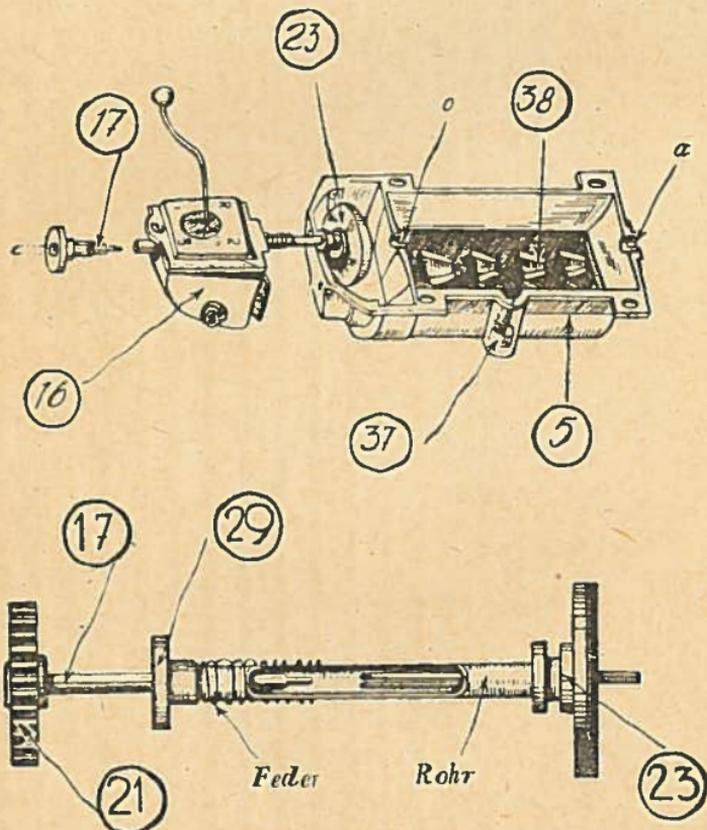

Bild 4. Ölwanne, Getriebekasten.
sicht und damit die Klarheit der Darstellung sehr beeinträchtigt. Außer der Ölwanne nehmen wir noch den Teil (37) zur Hand. Dieser muß nun durch Auseinanderschrauben zerlegt werden, und zwar in die Ölpumpe mit zugehöriger Antriebswelle und in den Verteiler. Die Ölpumpe mit Welle wird so in die Ölwanne eingesetzt, daß die beiden kleinen Zapfen in die Löcher der Ölwanne hineinpassen (siehe Bild 4). Der längere Zapfen ragt nach unten aus der Ölwanne heraus und wird mittels einer Mutter, die die Ölablaßschraube darstellt, festgezogen. Jetzt wird das rote Ölblech (38) in die Ölwanne (5) eingesetzt, und zwar so, daß das eine Loch genau über den kürzeren Zapfen der Ölpumpe zu liegen kommt. Mit einer Schraube wird an dieser Stelle das Ölblech an der Ölpumpe befestigt. Der Getriebekasten (16) wird mittels zweier Schrauben (ohne Muttern) an die Ölwanne (5) von rückwärts angesetzt (siehe Bild 4). Man führt von vorne in den Getriebekasten die Rohrwelle der Kupplungsscheibe (23) mit auf die Welle aufgeschobener Feder ein. Die Rohrwelle ragt hinten aus dem Getriebekasten heraus, und auf dieses Ende steckt man den Gelenkteil (29) auf. Von hinten wird in die Hohlwelle (23) die Kupplungswelle (17), Vierkantende nach vorne, eingeschoben.